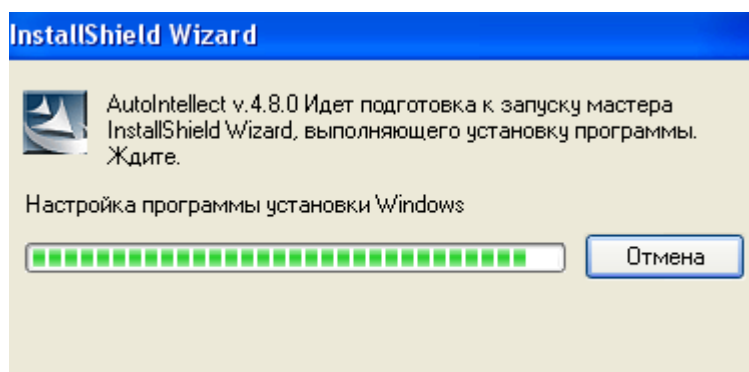

Рис. 6.6-2. Диалоговое окно отображения процесса подготовки к запуску мастера «InstallShield Wizard»
- 2.4. На данном этапе происходит запуск процесса установки. Выполняется подготовка к запуску мастера «InstallShield Wizard», выполняющего установку программы (Рис. 6.6-2).